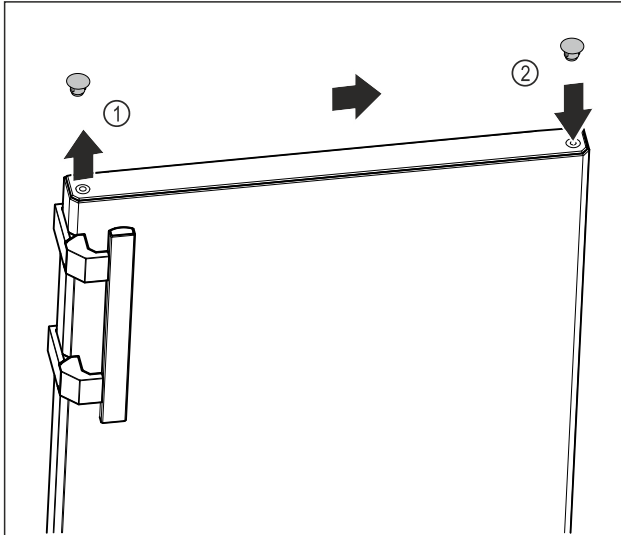

Fig. 13
- Afdekdop van de bovenkant van de deur Fig. 13 (1) voorzichtig optillen met een platte schroevendraaier.
- Plaats de afdekdop aan de andere kant. Fig. 13 (2)